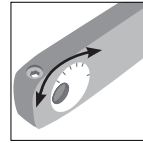

fig. 8
2. Ruotare il regolatore fino alla lunghezza desiderata (fig.8).